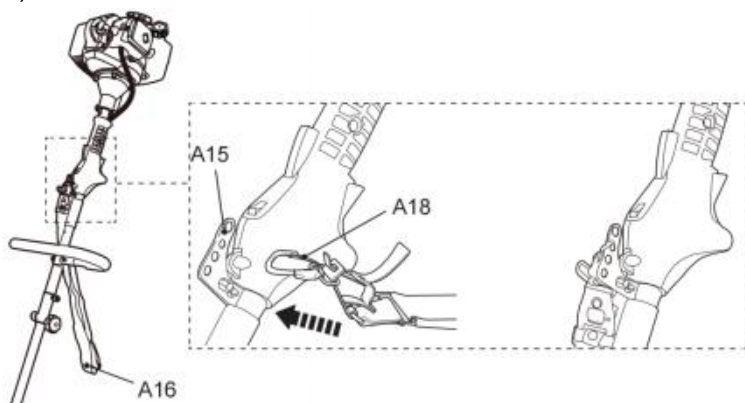

Fig. 32
1. Przymocuj klips zabezpieczający (A18) do jednej z czterech pętli (A15) (rys. 32).